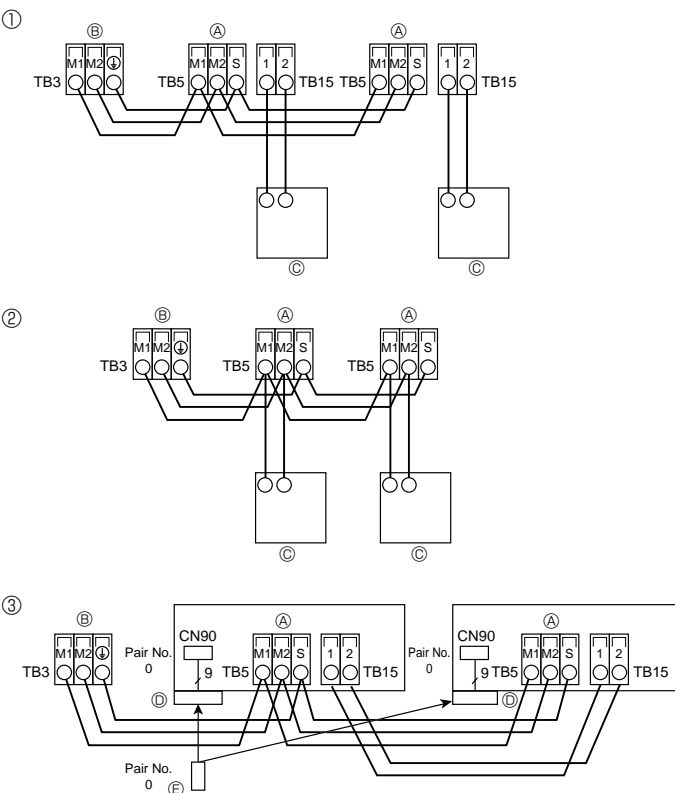
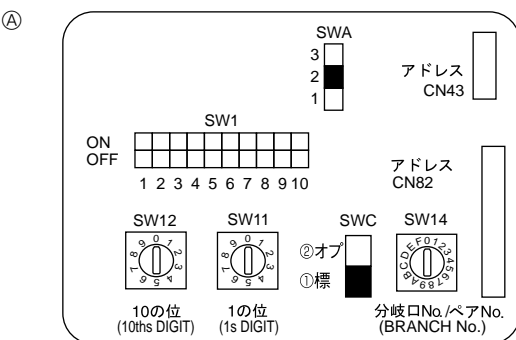

Fig. 6-3
Fig. 6-4
6.4. Σύνδεση ελεγκτού εξ αποστάσεως, καλωδίων μεταφοράς εξωτερικών και εσωτερικών μονάδων (Fig. 6-3)
- ① Ελεγκτής εξ αποστάσεως MA
- ② Ελεγκτής εξ αποστάσεως M-NET
- ③ Ασύρματο τηλεχειριστήριο (Κατά την εγκατάσταση δέκτη ασύρματου σήματος)
6.5. Ρύθμιση διευθύνσεων (Fig. 6-4)
6.6. Ρύθμιση διακόπτη για διαφορετικά ύψη ταβανιού (Fig.6-4)
6.7. Διερεύνηση θερμοκρασίας δωματίου με το ενσωματωμένο διερευνητικό σε ελεγκτή εξ αποστάσεως(Fig.6-4)